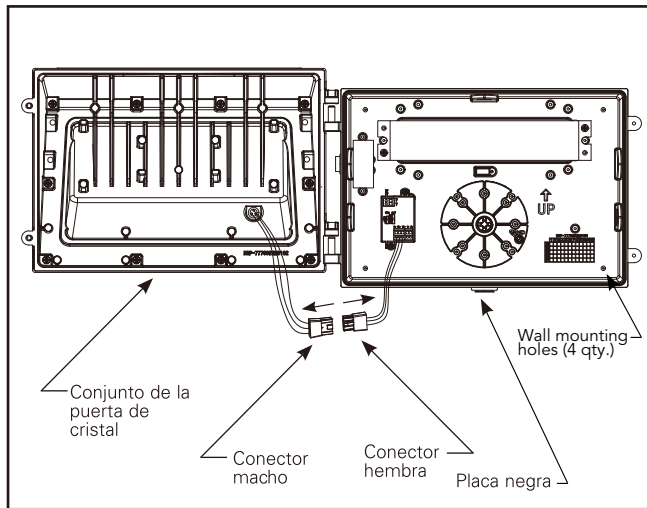

Figura 1.
1. Abra el dispositivo aflojando los dos tornillos de cabeza Phillips en el lado opuesto a las bisagras. Desconecte los conectores macho y hembra. Retire el conjunto de la puerta de vidrio y déjelo a un lado con cuidado. (Figura 1)